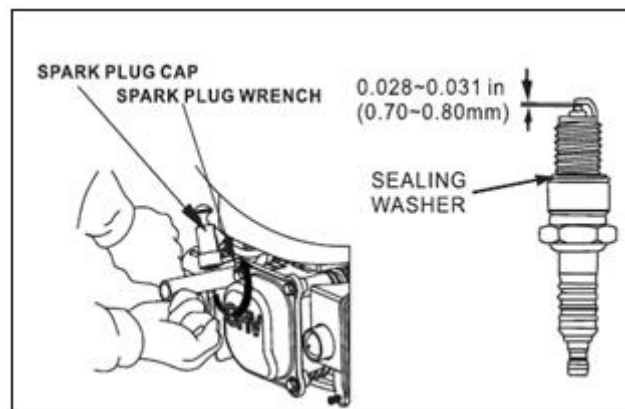

Fig. 11
4. Mida el espacio del electrodo con un medidor adecuado. El espacio correcto es 0.028 - 0.031 in (0.70-0.80 mm). Si se necesita un ajuste, corrija el espacio doblando cuidadosamente el electrodo lateral. (Ver Fig. 11)